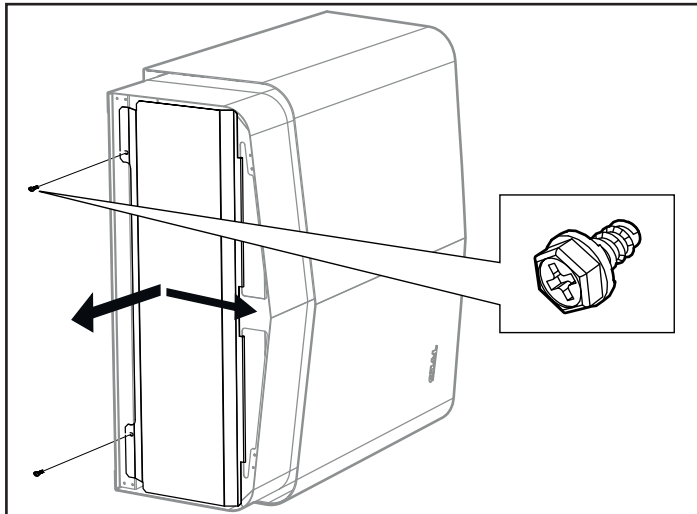

Figure 15 : Ouverture/fermeture du couvercle
1. Desserrez les vis et ouvrez le couvercle (voir figure 15).
4. Fermer le volet et serrer les vis (voir Fig 15).